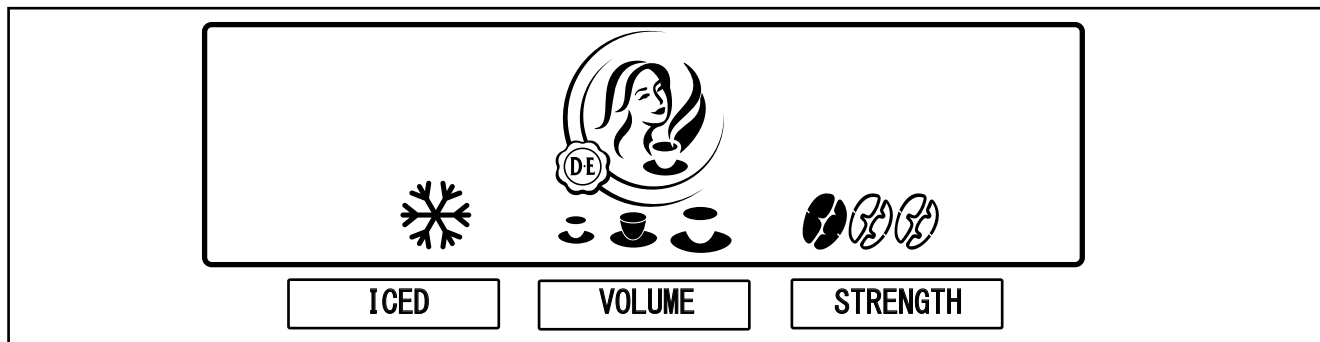

図15
お客様の装置には予備選択機能が付いています。設置の際、場合によっては、サービステクニシャンがこれらの予備選択機能を利用できるようにしてあります。予備選択キーを選択すると、下記の予備選択項目がディスプレイに表示されます。（図15）
2. 予備選択キー「ICED（冷飲料）」を押して、この予備選択を使用できるようにしてください。冷飲料のシンボルが表示されます。（図15）
2. 予備選択キー「VOLUME（分量）」を押して、この予備選択を使用できるようにしてください。3個のカップシンボル（小 - 中 - 大）が表示されます。（図15）